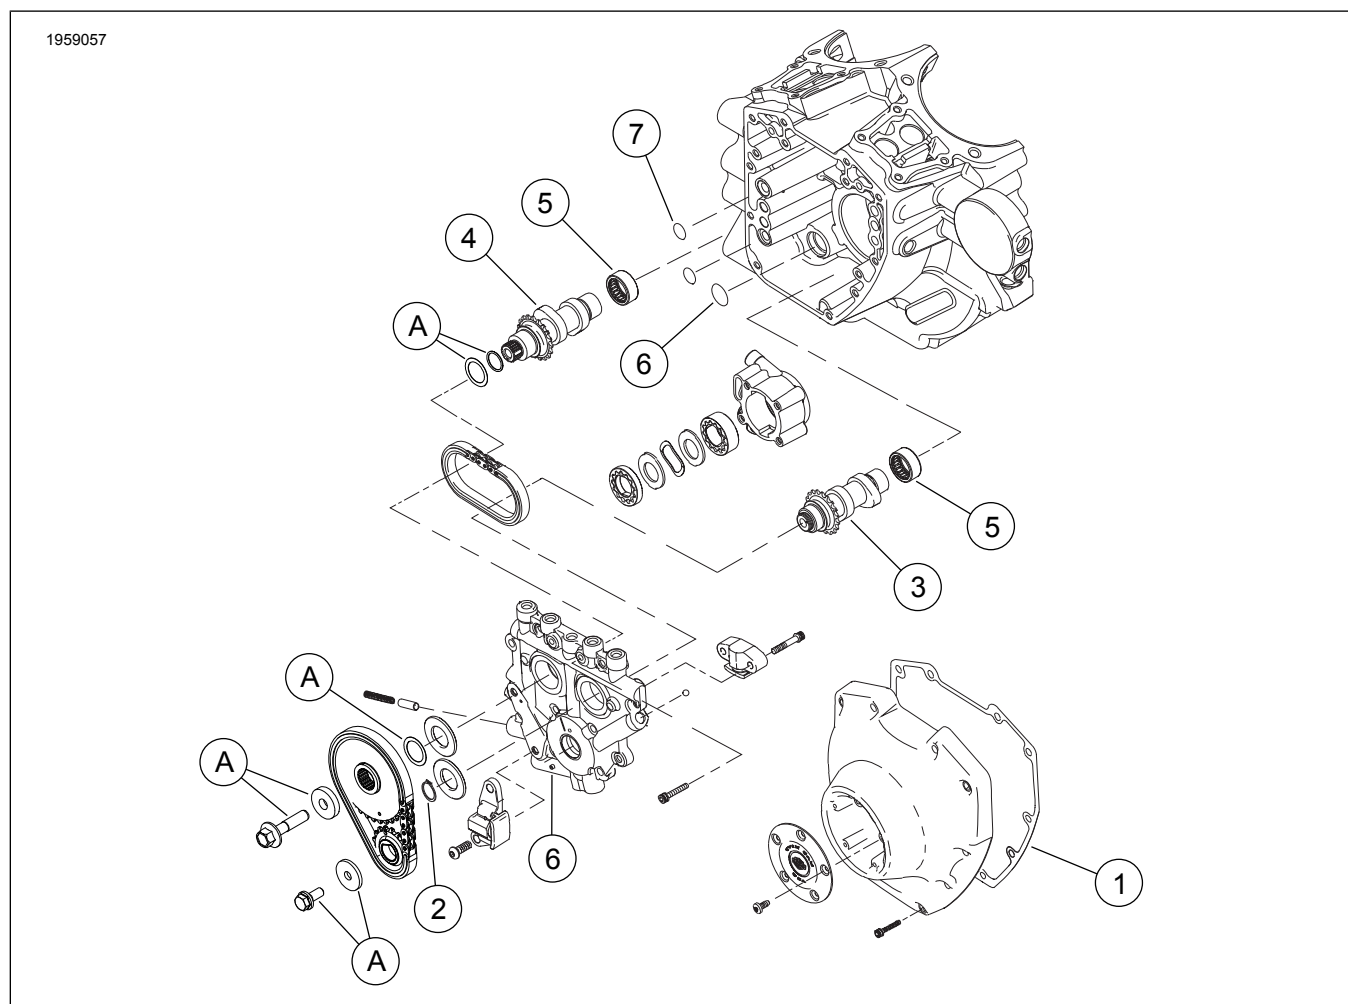

Figure 3. Pièces de rechange : Kit Stage 4 Screamin' Eagle Pro TC 103 (1690 cc)
Voir Figure 1 à Figure 3 , et Tableau 1 à Tableau 3 .
1. Voir Figure 3 . Inspecter les roulements à aiguilles de l'arbre à cames (5) et les remplacer si nécessaire.
2. Voir Figure 1 à Figure 3 . Monter les cames sur la plaque de came, les culasses performantes et la partie supérieure du moteur en utilisant les pièces du kit. Se reporter aux sections MOTEUR concernées dans le manuel d'entretien.